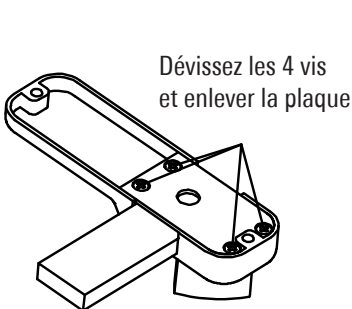

Fig.5
1. Retournez le pêne dormant et retirez les 4 vis comme indiqué sur la Fig. 5.